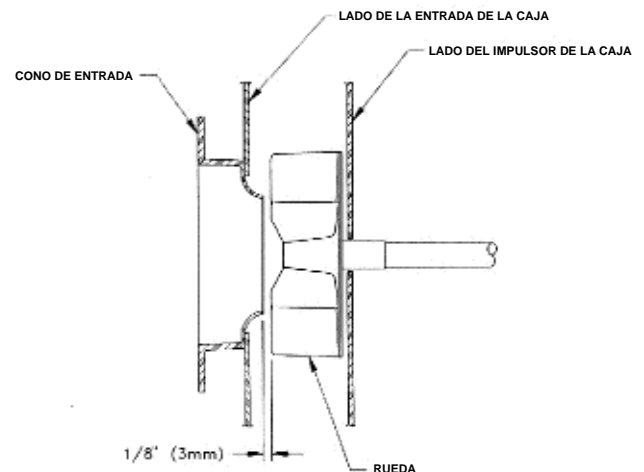

**Figura 3**
6. Para instalar el ensamblaje nuevo de una rueda o de un cojinete, inserte el eje entre los cojinetes pero no apriete los tornillos opresores. Ubique el ensamblaje de la rueda o del eje usando los espacios libres apropiados tal como se muestran en la Figura 3 y la Tabla 2. Una vez que el ensamblaje este alineado en forma apropiada en la caja, apriete los tornillos opresores del cojinete.